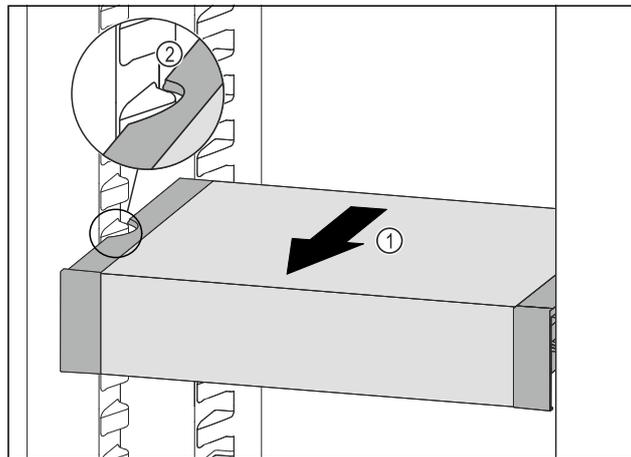

Fig. 65
- ▶ Tirare VarioSafe in avanti Fig. 65 (1) fino a quando le cavità laterali di VarioSafe non si trovano al livello della nervatura del contenitore nel vano frigorifero. Fig. 65 (2)